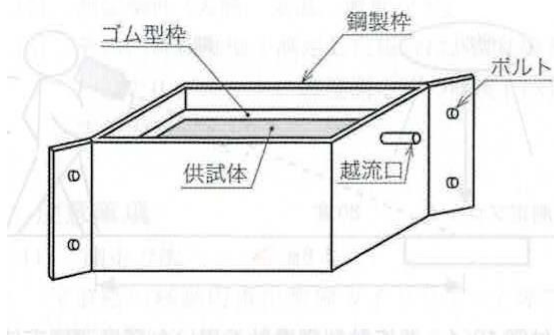
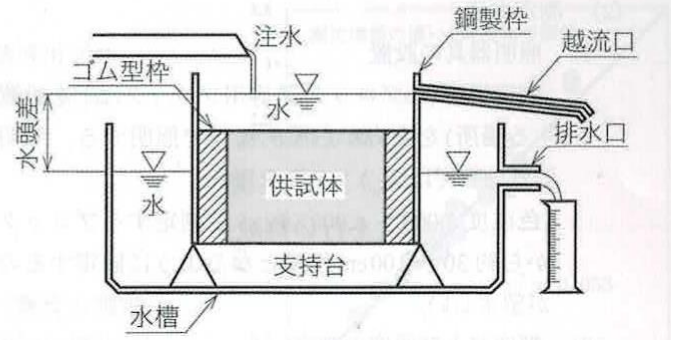

図1 透水性試験用鋼製枠の例
図2 透水性試験装置の概略図
- ① 図1に示す鋼製枠内に製品又は製品から切り出した供試体を装着し、これを図2に示す透水性試験装置の中に設置します。
- ② 鋼製枠の上部から注水して水槽を満たし、鋼製枠を越流口と水槽の排水口から定常的に排水されるよう注水を調整します。このときの鋼製枠及び水槽の水面の高さの差(水頭差)とメスシリンダーなどを用いて30秒間に排水口から排出された水量( $\text{cm}^3$ )を測定します。なお、水は上水道など清浄な水とします。排水された水量は、体積だけでなく質量で測定することも可能です。
- ③ 透水係数は、次の式によって算出し、数値は四捨五入を行い有効数字2桁に丸めます。